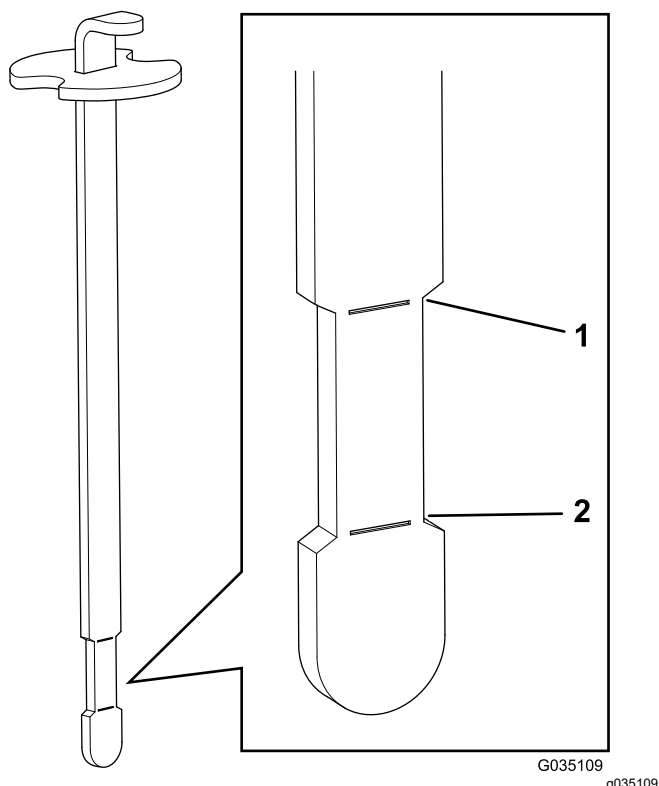

図 40
6. ディップスティックをフィラーネックに挿入し、取り外して液面レベルをチェックする(図 40)。